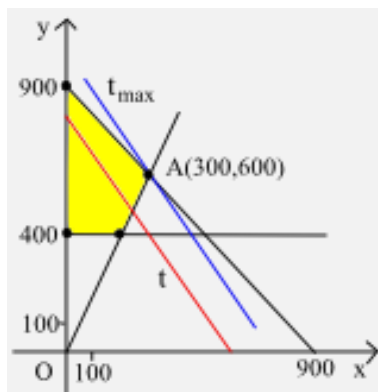

FIG. 1
**84.1.3** Ritorniamo ora allo schema matematico che abbiamo lasciato poco sopra. Di esso possiamo dare facilmente un'interpretazione geometrica, dopo aver riferito il piano ad un sistema di assi cartesiani ortogonali (Oxy) (Fig. 1).